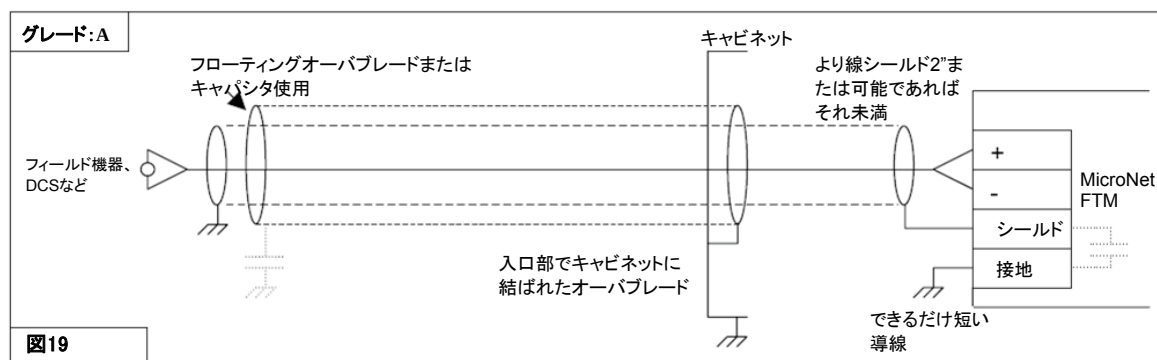

図 4-4. シールド終端図 2
MPUの制限に応じて、各入力チャンネルはMPUが2つまたは3つの入力を駆動するようにジャンパを設定することができます(一部のMPUは3つの入力を駆動することはできません)。MPUが3つの入力すべてを駆動することができるようにするには、ワイヤジャンパを取り付けなければなりません。ジャンパが取り付けられていないと、MPUによって駆動される入力モジュールは2つのみです。適切なMPU、ギヤサイズ、MPUとギヤの間隔が確保されれば、スピード測定の分解能は100 Hzになるはずです。標準的なMPUの推奨間隔は、歯面からポールピースまでが0.25～1.02 mm(0.010～0.040インチ)です。適切なMPUやギヤサイズの選択における情報については、Woodwardのマニュアル82510を参照してください。配線略図については図4-4を参照してください。
各FTMは個々のケーブルを介して制御システムのMPUおよびアナログI/Oモジュールと接続し、ユーザのフィールド配線に共通ケージクランプ端子接続を提供します。図4-4および4-5は、使用するスピード感知プローブのタイプに基づいて異なる入力配線構成を示しています。
- MPUのみ(チャンネル1~3)—各チャンネルへ図4-4に示すとおりジャンパを追加して、「C」アナログモジュールがスピードを感知するようにしなければなりません。
- MPUのみ(チャンネル1~3)—図4-4に示すように、「近接リターン」から「近接コモン」にジャンパを取り付けて、ノイズの問題を防がなければなりません。